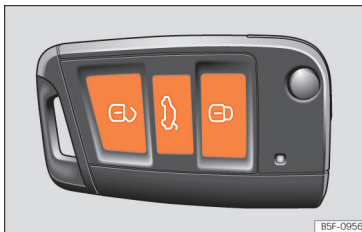

Fig. 96 Chiave con telecomando: tasti.
- Blocco: premere il tasto ►►► **fig. 96.**